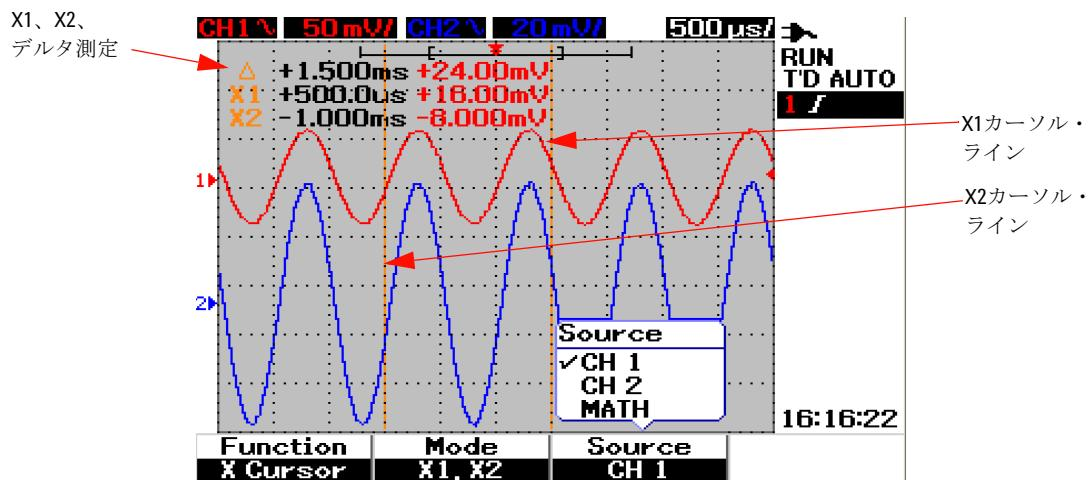

図3-31 チャネル1信号に対するX1およびX2カーソル・ラインを使ったXカーソル測定
- 4 図3-31では、2つのカーソル・ライン（X1およびX2モード）が選択され、チャネル1の信号に対して測定が実行されています。